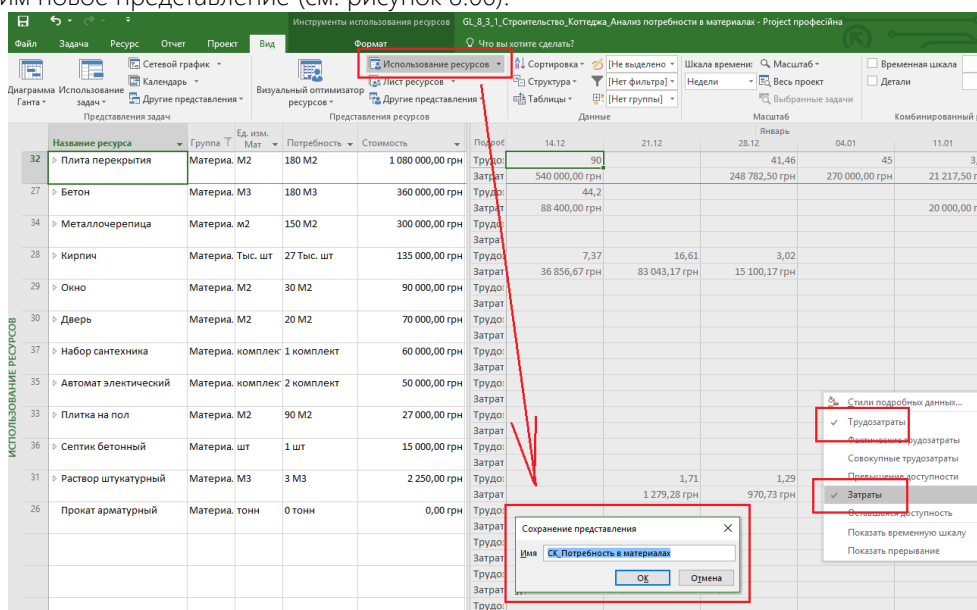

Рисунок 8.66 – Отчет о потребности материалов в проекте
6. Сохраним новое представление (см. рисунок 8.66).